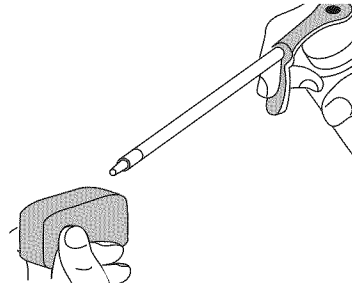

Fig. 23
4. Aplique suficiente aceite limpio de motor SAE 30 para recubrir ligeramente el filtro (Fig. 23).